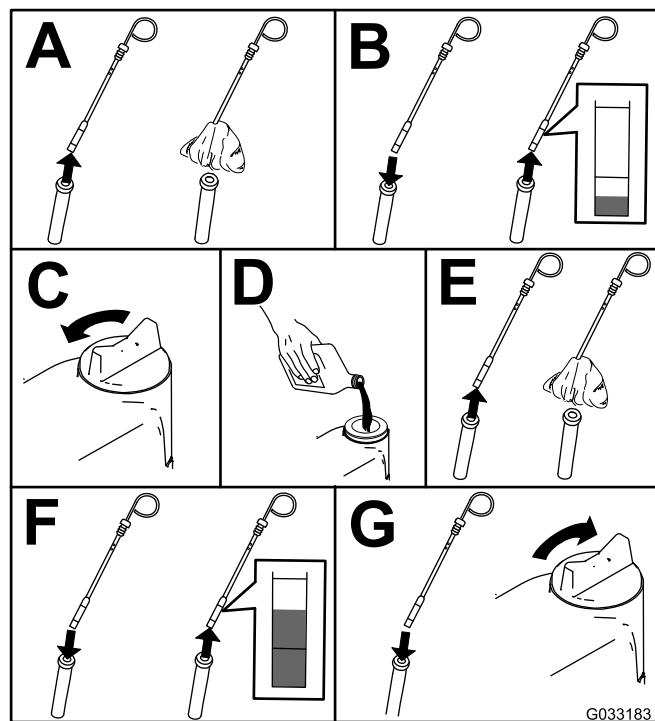

Figura 72
2. Verifique o nível de óleo do motor (Figura 72).